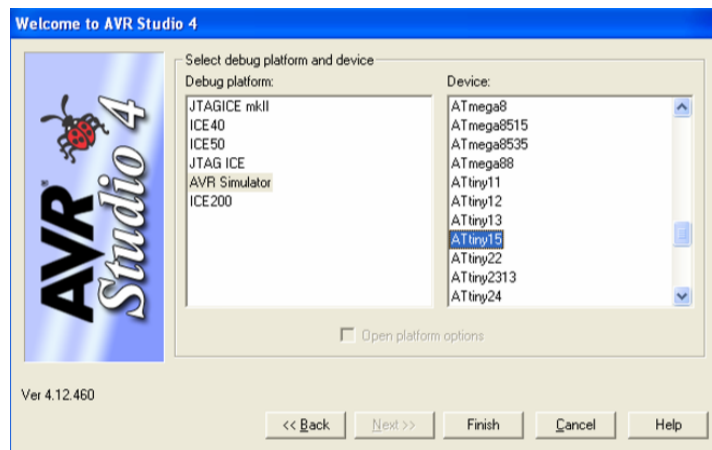

Рисунок 1 – Создание проекта
2. Запустим AVR Studio и создадим проект (рисунок 1).